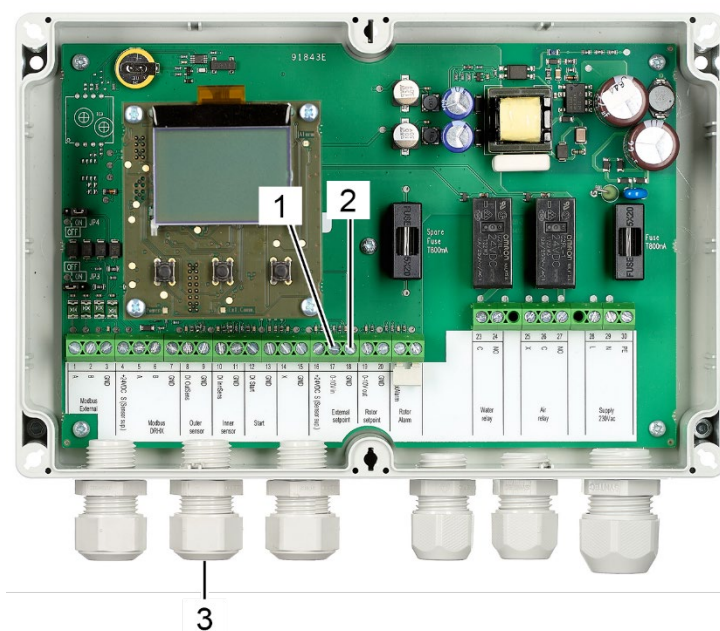

Figura 87:
15. Figura 87/3).
17. Figura 87/1, 0 - 10 V in).
19. Figura 87/2, GND).